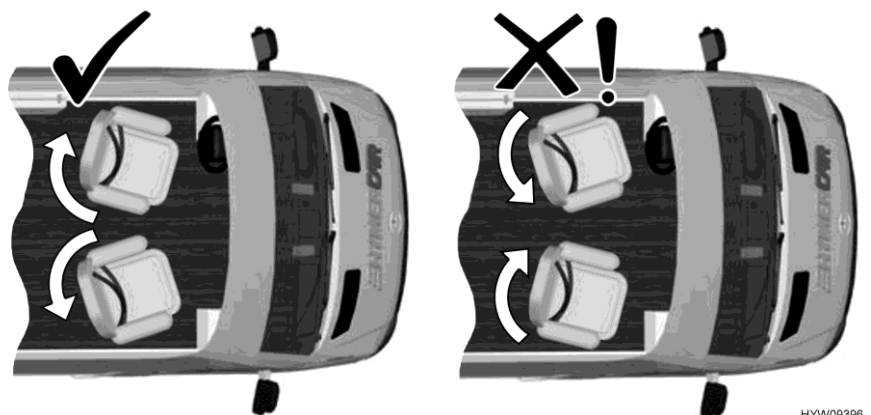

Fig. 49 Prestare attenzione alla direzione di rotazione del sedile conducente/sedile passeggero
- ▷ Veicolo di base Mercedes-Benz: Per passare da posizione di marcia a posizione di viaggio, il sedile del conducente e il sedile del passeggero devono essere ruotati solo verso l'interno (vedere Fig. 49). La tasca porta carte che si trova nel lato interno delle porte può subire danni.